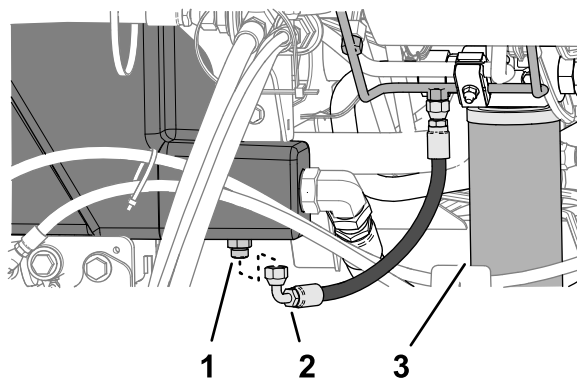

Figure 116
2. Placez un grand bac de vidange sous le raccord droit (Figure 116) du réservoir hydraulique; voir Capacité de liquide hydraulique \(page 70\).